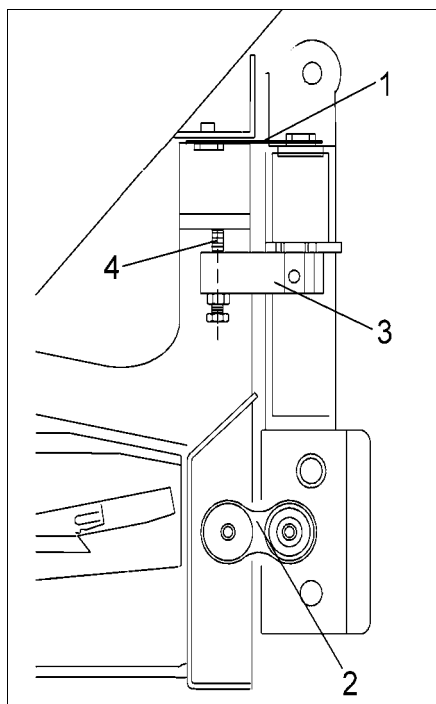
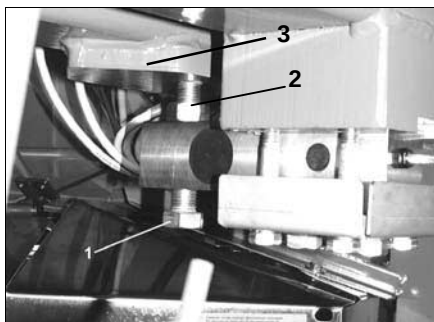

Fig. 35
Fig. 36
Bladfjedrene (Fig. 35/1) og lejelaskerne (Fig. 35/2) skal være placeret horisontalt, ellers kan måleresultatet være forkert.
Efter at der er spredt ca. 10.000 kg gødning kan indstillingsbolten (Fig. 35/4) ha sat sig eller have arbejdet sig ind i stopklodsen (Fig. 36/3). Herved kan bladfjedrene forskubbe sig fra den horisontale position.
Indstillingsbolten (Fig. 36/1) er centralt placeret i vejecellen under rammen på sprederen.
- kontramøtrikken (Fig. 36/2) løsnes
- indstillingsskruen (Fig. 36/1) justeres
- kontramøtrikken (Fig. 36/2) spændes fast